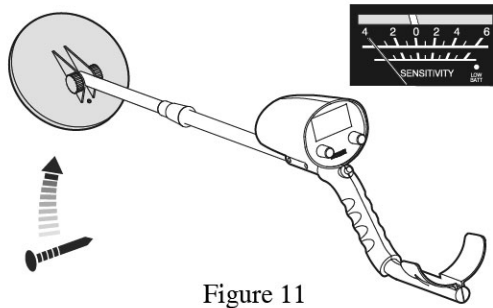

Figure 11
- Lorsque le clou de fer s'approche du disque de détection lentement, l'aiguille du vumètre dévie vers la gauche, et la tonalité sera réduite. Lorsque le clou de fer est très proche du disque de détection, l'aiguille du vumètre dévie plus vers la gauche et le niveau de la tonalité sera réduit jusqu'à ce qu'elle disparaisse complètement. (Figure 11)